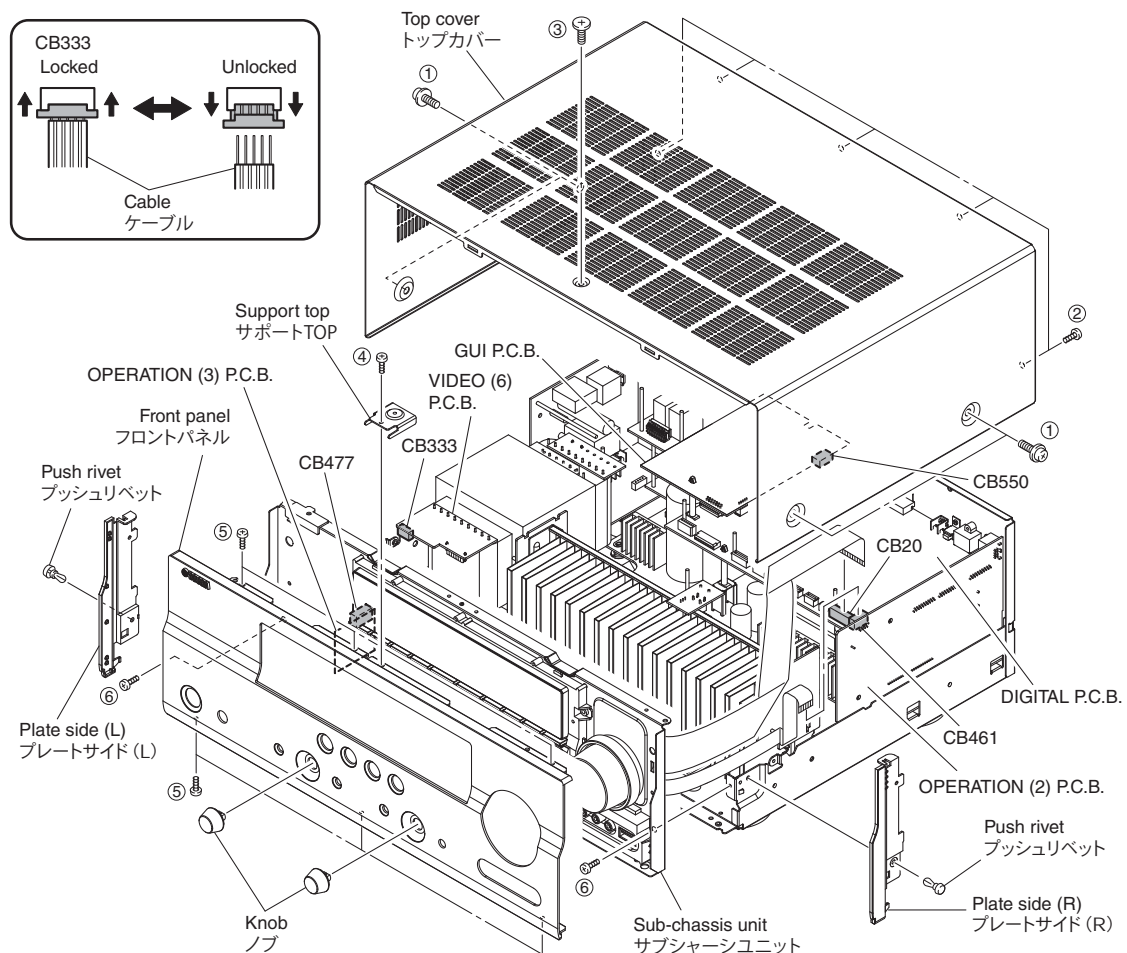

Fig. 1
- Remove 4 screws (①), 5 screws (②) and screw (③). (Fig. 1)
- Slide the top cover rearward to remove it. (Fig. 1)
- ① のネジ 4 本、② のネジ 5 本、③ のネジ 1 本を外します。(Fig. 1)
- トップカバーを後方へスライドさせ、取り外します。(Fig. 1)
- Remove screw (④) and then remove the support top. (Fig. 1)
- Remove 2 knobs. (Fig. 1)
- Remove 6 screws (⑤) and then remove the front panel. (Fig. 1)
- Remove 2 push rivets and then remove the plate side (L) and (R). (Fig. 1)
- Remove CB20, CB461, CB477 and CB550. (Fig. 1)
- Remove 2 screws (⑥) and then pull out the sub-chassis unit. (Fig. 1)
- Unlock and remove CB333. (Fig. 1)
- Remove the sub-chassis unit. (Fig. 1)
- ④ のネジ 1 本を外し、サポートトップを取り外します。(Fig. 1)
- ノブ 2 個を取り外します。(Fig. 1)
- ⑤ のネジ 6 本を外し、フロントパネルを取り外します。(Fig. 1)
- プッシュリベット 2 個を外し、プレートサイド (L)、(R) を取り外します。(Fig. 1)
- CB20、CB461、CB477、CB550 を外します。(Fig. 1)
- ⑥ のネジ 2 本を外し、サブシャーシユニットを引き出します。(Fig. 1)
- ロックを外し、CB333 を外します。(Fig. 1)
- サブシャーシユニットを取り外します。(Fig. 1)